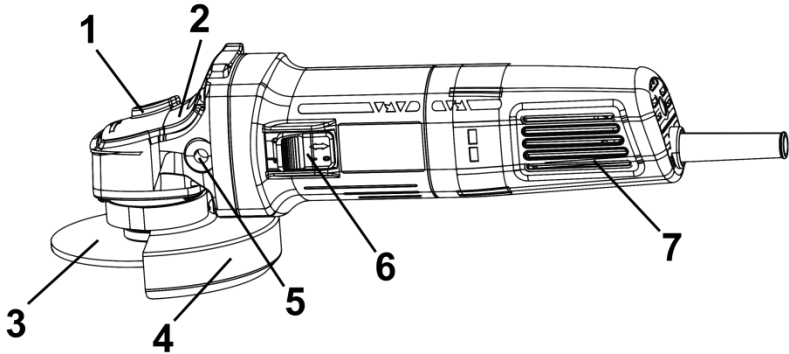

Рисунок 1
2.3.1 Конструкція виробу складається з конічного одноступеневого редуктора в металевому корпусі (2), який приєднаний до пластикового корпусу з колекторним двигуном змінного 1-фазного струму, перемикачем (6), мережевим шнуром живлення згідно з рис.1. Вихідний вал редуктора розташований перпендикулярно осі двигуна і є робочим шпинделем для приєднання змінних абразивних дисків (3) з фіксацією затискними шайбами та гайкою. На металевому корпусі